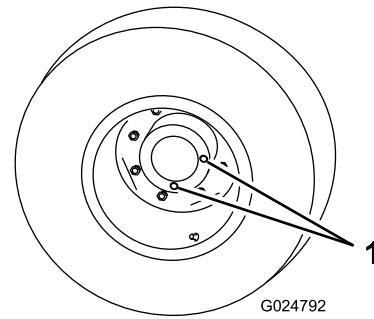

Figure 73
1. Placez la machine sur une surface plane et horizontale et tournez une roue de sorte que les bouchons de contrôle/vidange se trouvent à la position la plus basse (6 heures) (Figure 73).